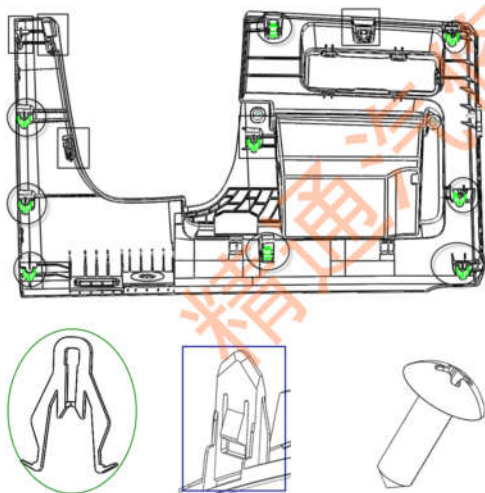

图 1-2-4.1 仪表板左下护板安装结构示意图
2) 用缠有柔性保护材料的一字螺丝刀从如图 1-2-4.1 所示卡脚位置逐个撬开;